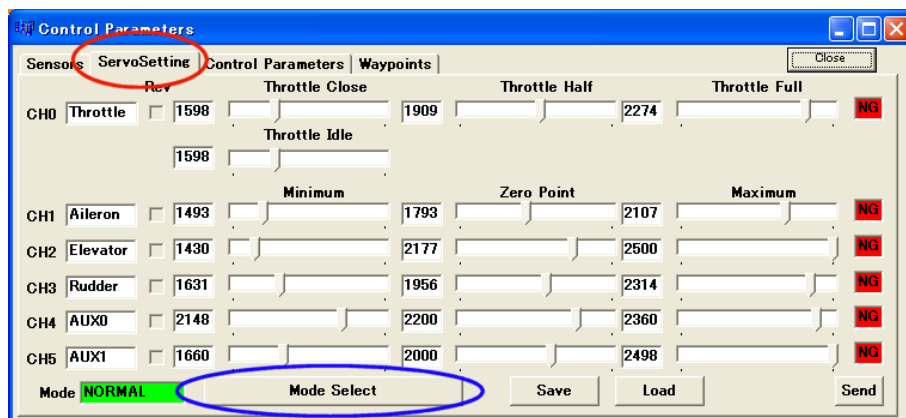

図 2.19: コントロールパネルウィンドウ (サーボセッティング)
- Polar Star のメニューバーの「View」 「Show Cntrl Panel」をクリックします。コントロールパネルウインドウ⁷(図 2.19) が表示されます。
- 図 2.19 のようなボタン表示にかわりますので、青い円で示した「Mode Select」ボタンをクリックします。